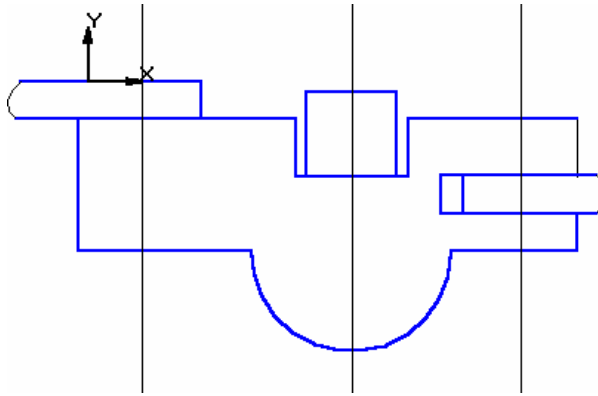

Рис. 3
2. По предварительно выполненному чертежу начертите заданные пластины, рис. 3.